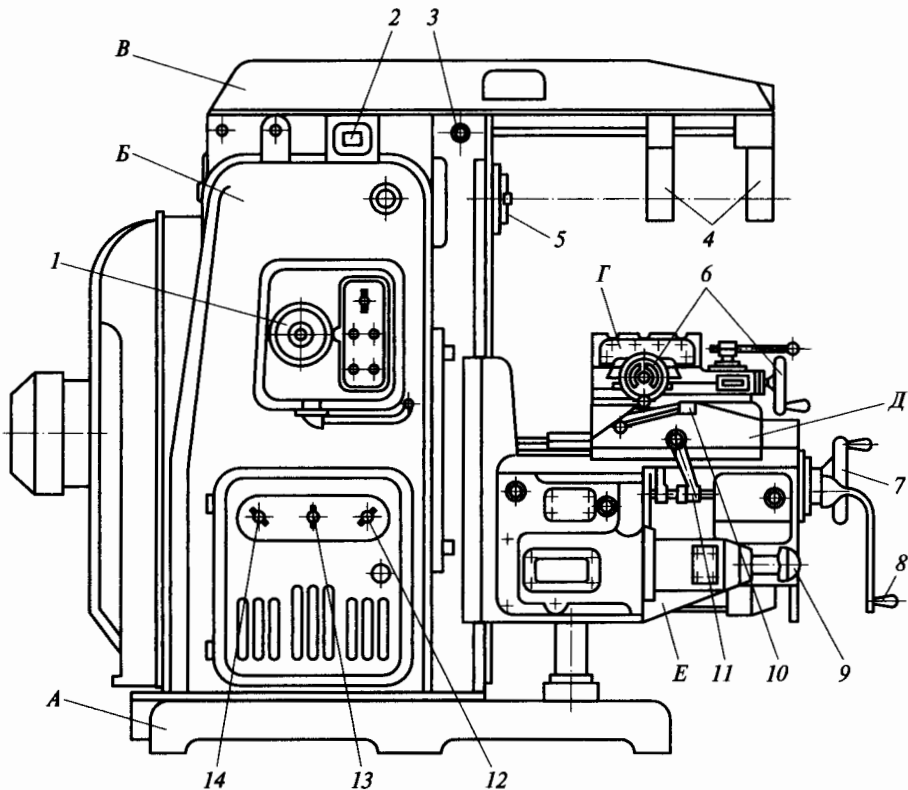

Рис. 5.10. Консольный горизонтально-фрезерный станок
23. Назовите основные узлы и элементы управления консольным горизонтально-фрезерным станком (рис. 5.10) и укажите их назначение: